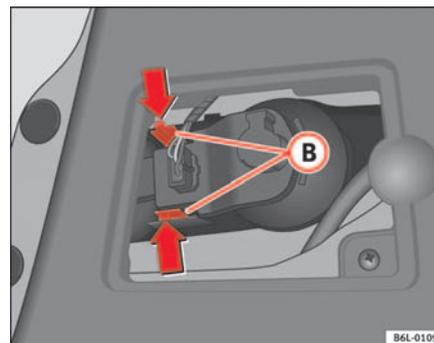

Abb. 154 Rücklicht an der Heckklappe
- Auf die Laschen **(B)** ⇒ Seite 226, Abb. 154 der Lampenfassung drücken und die Fassung herausnehmen.